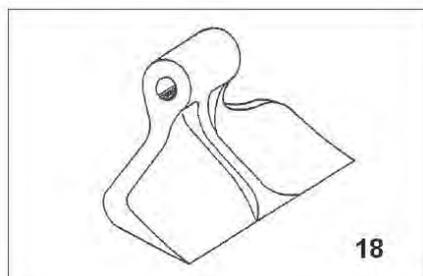

**Fig. 1**
Le broyeur **Hypermaster XL** est une machine polyvalente qui peut être utilisée indifféremment dans la position arrière du tracteur que latéralement; l'articulation particulière dont elle est dotée lui permet de travailler sur les bords des fossés et sur les berges. L'énergie pour le fonctionnement de la machine est transmise par le tracteur au moyen de l'arbre à cardans (marquage CE) qui se branche à la prise de force du groupe multiplicateur (pos.2 Fig. 1) et par transmission aux rotors porte-outils, à travers les courroies de la transmission latérale (pos.3 Fig. 1).
- couteaux universels (pos.17 Fig. 1) de broyage de l'herbe et chaumes de cultures légères comme : orge, avoine, blé, etc.
- marteaux (pos.13 Fig. 1) pour un broyage plus consistant de l'herbe et des branches de 5 à 6 cm de diamètre etc.
Chaque machine est dotée d'une plaque d'identification (20 Fig. 1), où figurent les données suivantes :